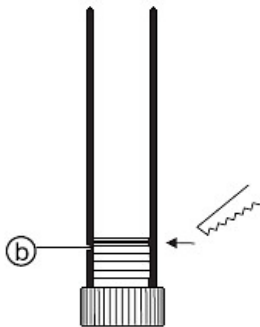

Abb. 7: Montage Druckleitung 38mm
Schritt 1: Die oberen beiden Anschlussnippel bei b (Abb.7) abschneiden.